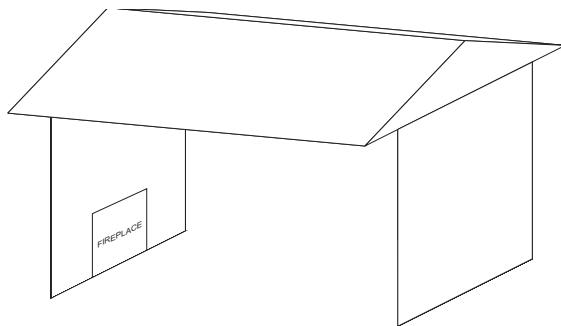

Figure 11
- Dans une enceinte partielle avec une couverture sur le dessus mais pas plus de deux parois latérales. Ces parois latérales peuvent être parallèles, comme dans un passage couvert ou à angle droit l'une de l'autre. **Voir Figure 11.**